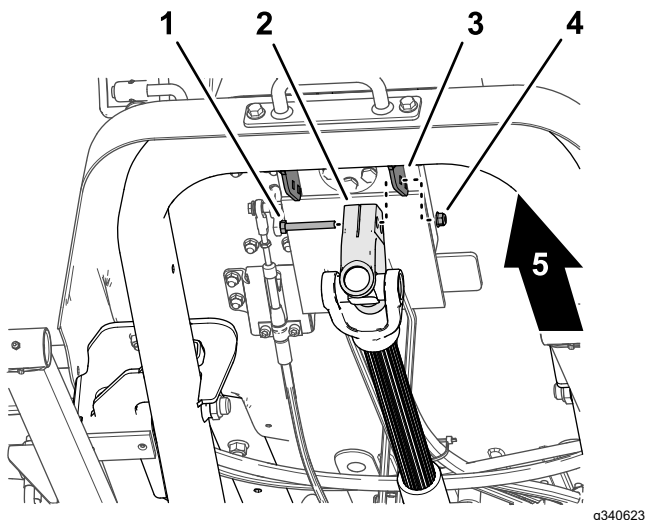

Figura 16
1. Sostenendo l'albero di trasmissione, rimuovete il bullone senza dado e il dado di bloccaggio che fissano la forcella dell'albero di trasmissione alla staffa per il montaggio della valvola del volante (**Figura 16**), e abbassate con cautela l'albero di trasmissione.